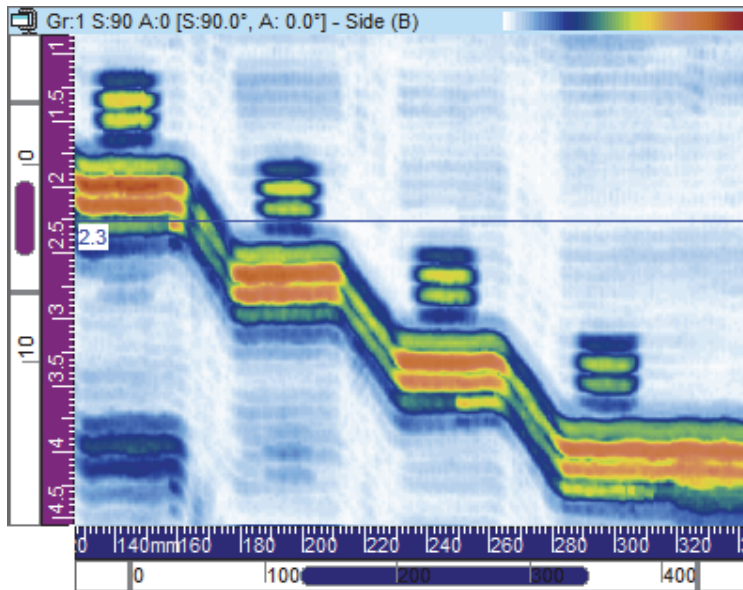

Рис. 3-22 Пример отображения Сбоку (В)
Вид сбоку (B) [Рис. 3-22 на стр. 86] представляет собой двумерное графическое изображение зарегистрированных данных. Одна из осей – ось сканирования; другая – неоткорректированный УЗ-путь (USound). Положение отображенных данных зависит от положений кодировщика в момент сбора данных. В